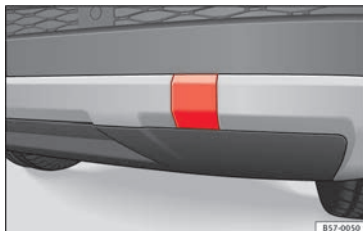

Fig. 98 No lado direito do para-choques traseiro: retirar a tampa.
O alojamento para a argola de reboque enroscável encontra-se na parte direita do para-choques dianteiro, atrás de uma tampa » **Fig. 98**. Os veículos equipados de série com um dispositivo de reboque **não** dispõem
- Pressione sobre a zona superior da tampa » **Fig. 98** para desencaixá-la.